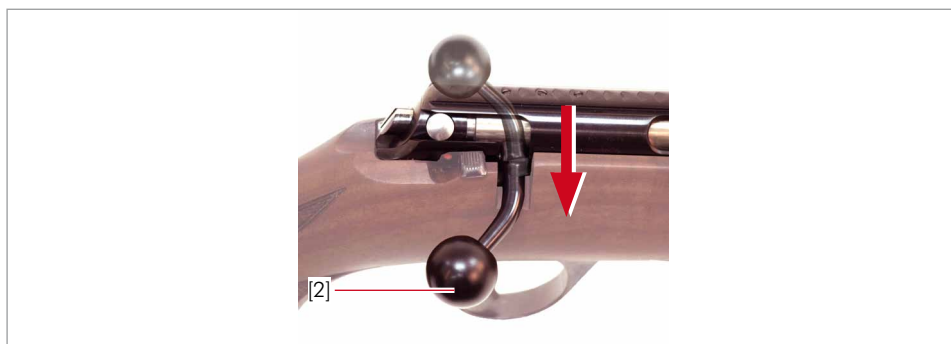

Fig. 16 Rabaissement du levier d'armement
- Appuyez sur la queue de détente [13] (dans le sens de la flèche), fermez la culasse [3] et rabaissez avec précaution le levier d'armement [2], comme indiqué sur la figure 16.